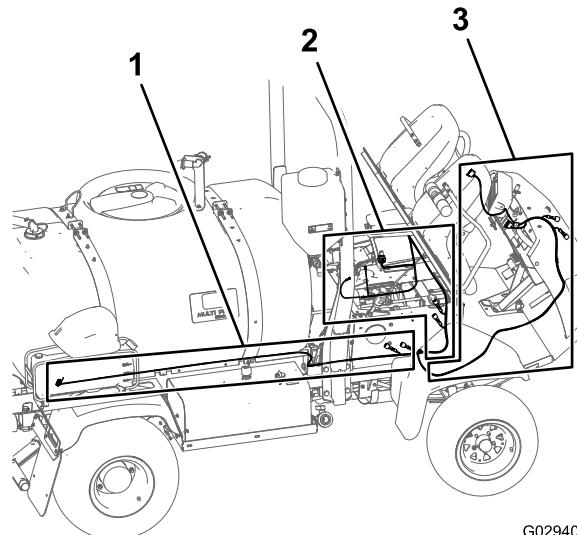
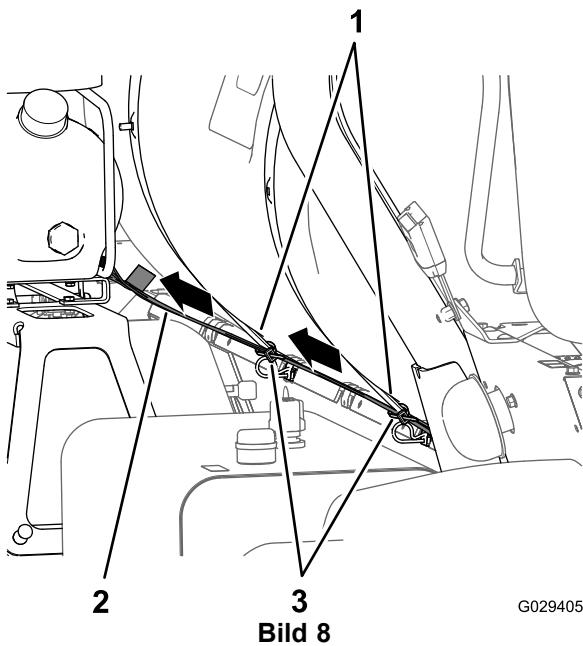

Bild 7
Bild 8
- Verlegen Sie den Kompressorzweig (236 cm) des Kabelbaums mit dem 4-Buchsen-Stecker nach hinten entlang des Behälters des Sprühfahrzeugs, wie in Bild 7 und Bild 8 abgebildet.